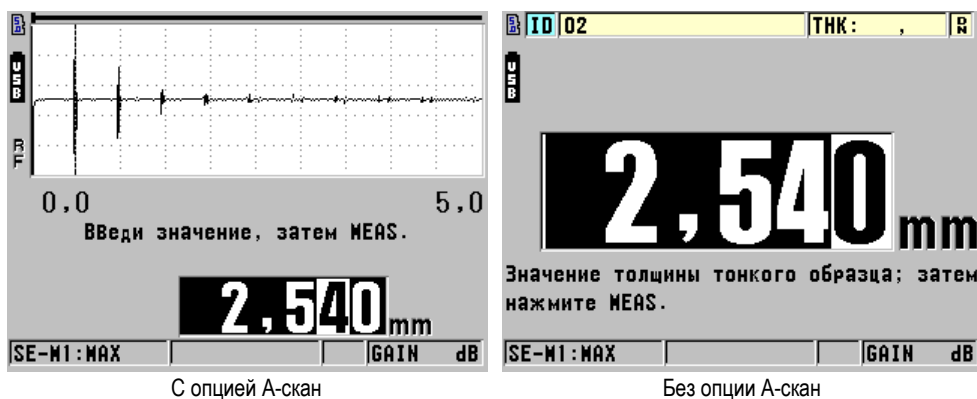

Рис. 5-7 Калибровка нуля на 5-ступенчатом образце
2. Для калибровки скорости звука в материале при наличии или без опции А-скана (см. Рис. 5-7 на стр. 61) выполните следующее: